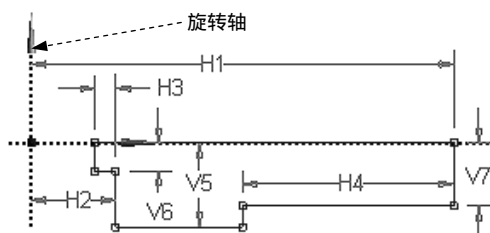

图 3.11.3 草图 1
(1) 绘制图 3.11.3 所示的草图 1。在“草图绘制”工具条的 **XYPlane** 下拉列表中选择 **YZPlane** 平面为草图平面，单击“New Sketch”按钮，绘制图 3.11.3 所示的截面草图，其中 $H1=300$ ， $H2=60$ ， $H3=15$ ， $H4=150$ ， $V5=60$ ， $V6=20$ ， $V7=45$ 。